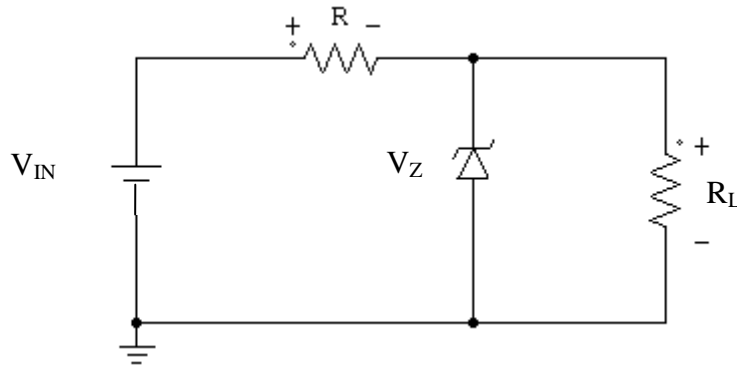
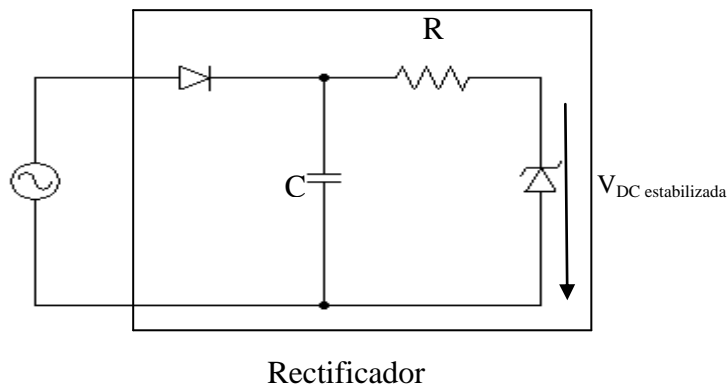

Figura 1.16
Figura 1.17
1. Monta el circuito de la figura 1.16.
El circuito de la Figura 1.16 muestra una aplicación típica de un diodo zener, pero también puede utilizarse junto con el circuito rectificador de la Figura 1.17 para obtener una fuente de tensión más estable.